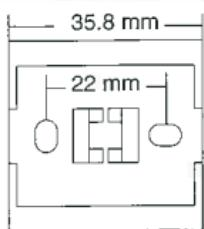

fig. 1
- en saillie équipée base plastique (fig.1) et calotte couvre-bornes (IP30)